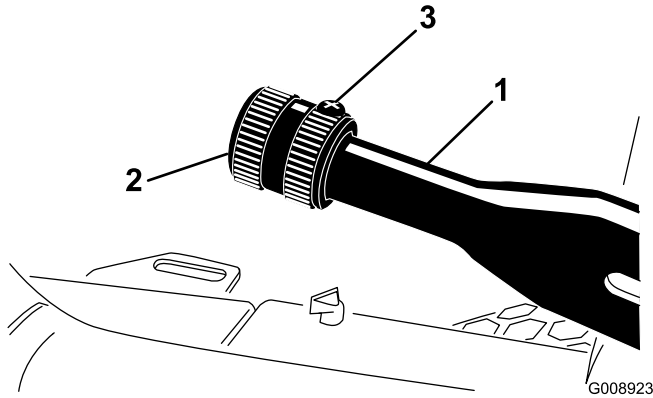

図 68
1. ブレーキ・レバーに調整ノブを固定している固定ネジをゆるめる (図 68)。